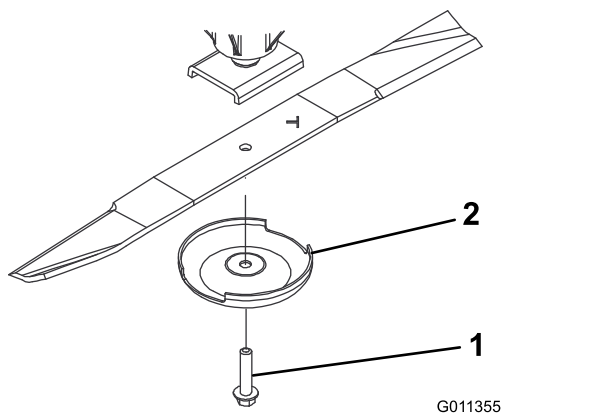

Figura 74
3. Togliete il bullone, la coppa antistrappo e la lama dall'asse del perno (Figura 74).